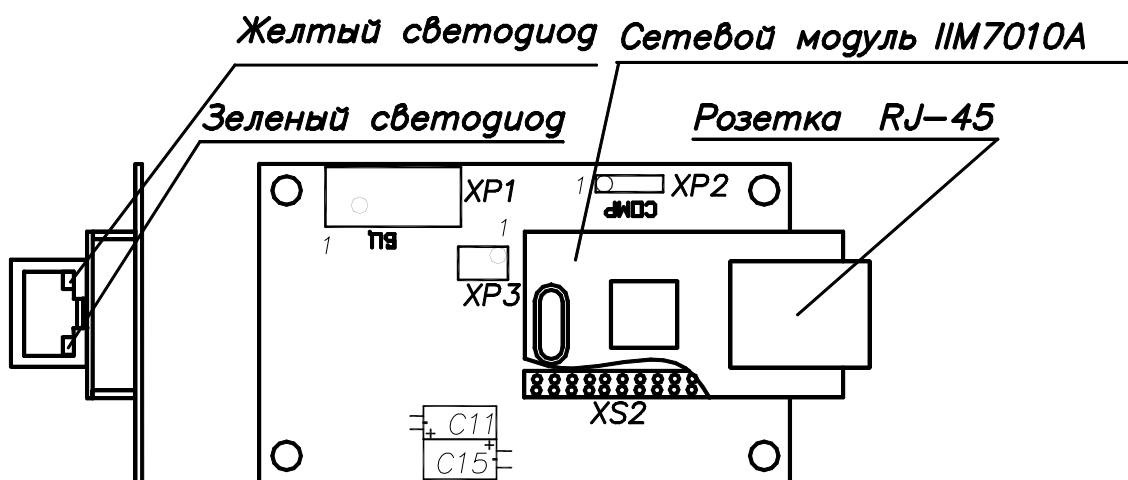

Рис. 1 Внешний вид узла контроллера интерфейса UF-CL-1.
Конструктивно контроллер выполнен в виде печатной платы (рис.1), на которой расположены следующие узлы и компоненты:
- 10-ти контактный разъем (XP1 на рис.1), служащий для подключения контроллера к БЦ с помощью кабеля KB5;
- 4-х контактный разъем (XP2 на рис.1) предназначенный для конфигурирования контроллера помощью кабеля KB6, персонального компьютера и программы Nupet Terminal.